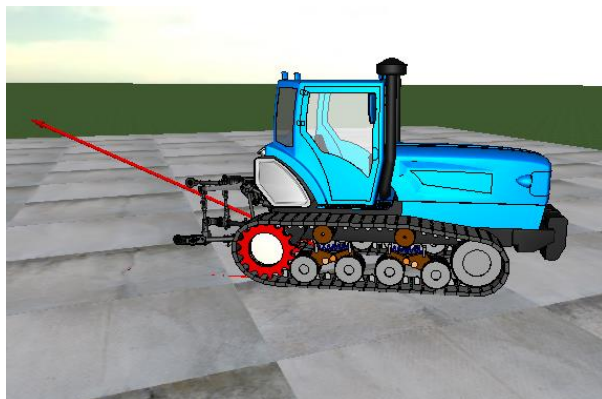
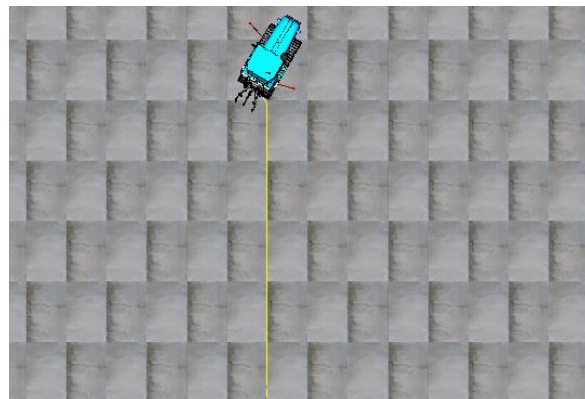

Рис. 14. Динамические нагрузки в шарнире между смежными звеньями при  $t=12,94$  с
Рис. 15. Нормальные силы в опорных катках траектория движения кузова при  $t=12,94$  с
5. Теперь перейдем к процессу моделирования. В окне **Инспектора моделирования объекта** нажмите кнопку **Интегрирование**. После этого начнётся процесс моделирования. В анимационных окнах отобразятся векторы сил и траектория движения кузова, рис. 14, рис. 15. Тест настроен так, что за все время моделирования каждый гусеничный движитель сделает минимум по четыре полных оборота. При первом обороте гусеничных движителей в начале моделирования будут присутствовать переходные процессы, которые искажают картину динамических характеристик. Это будет ярко выражено в анимационных окнах при начале моделирования – будут наблюдаться колебания гусениц. В связи с этим графики в графических окна будут отображаться,